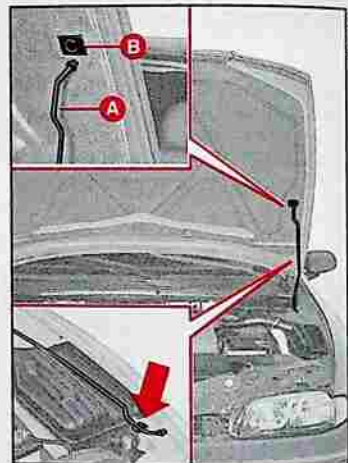

fig. 94
3) Soulever le capot en le saisissant au milieu et dégager en même temps la béquille de maintien **A**-fig. 94 de son dispositif de blocage.
1) Tenir le capot soulevé d'une main et de l'autre enlever la béquille **A**-fig. 94 du logement **B** et la remettre dans son dispositif de blocage.